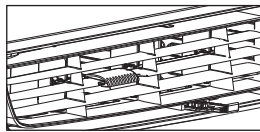

Figure 3 (ÉVENT OUVERT)
- Échanger l'air de la pièce – évent ouvert (voir Fig. 3)